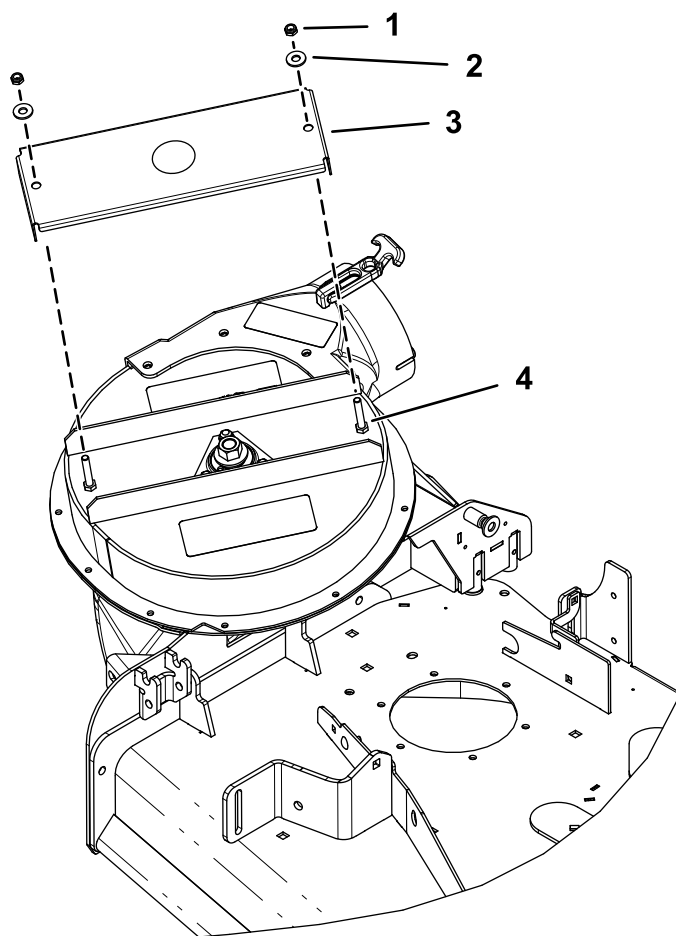

Figure 5
1. Retirez les 2 écrous crantés qui fixent le chapeau d'arbre OEM au ventilateur (Figure 5).
2. Déposez et mettez au rebut le chapeau d'arbre OEM (Figure 5).